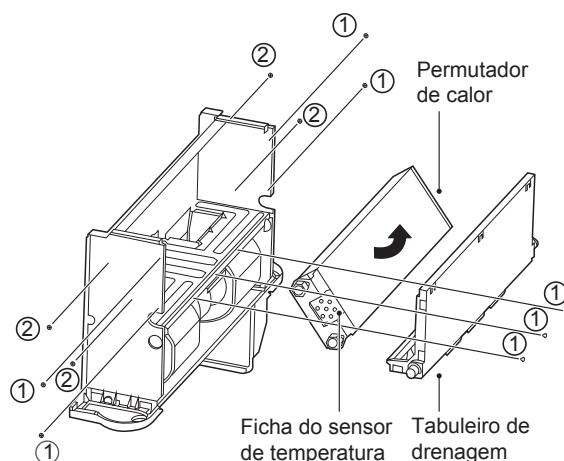

Figura 5-18
Como mostrado na Figura 5-18, remova os parafusos ① *7 para retirar o tabuleiro de drenagem.
Rode o convector na direção mostrada na Figura 5-18.